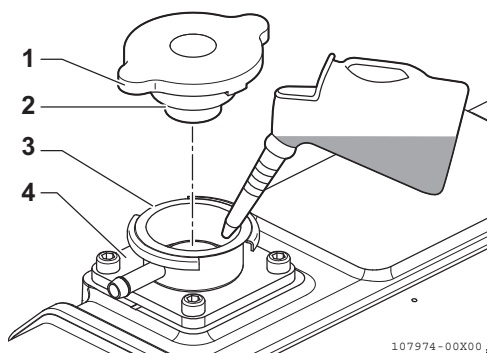

Figura 11
3. Abasteça o depósito lentamente com líquido de refrigeração (**Figura 11, (4)**) para evitar a formação de bolhas de ar. Encha até que o líquido de arrefecimento saia para fora do bujão de enchimento.
4. Alinhe as marcas do tampa~o de enchimento (**Figura 11, (2)**) com os entalhes do buja~o de enchimento (**Figura 11, (3)**) e aperte o tampa~o de enchimento (**Figura 11, (1)**) firmemente.